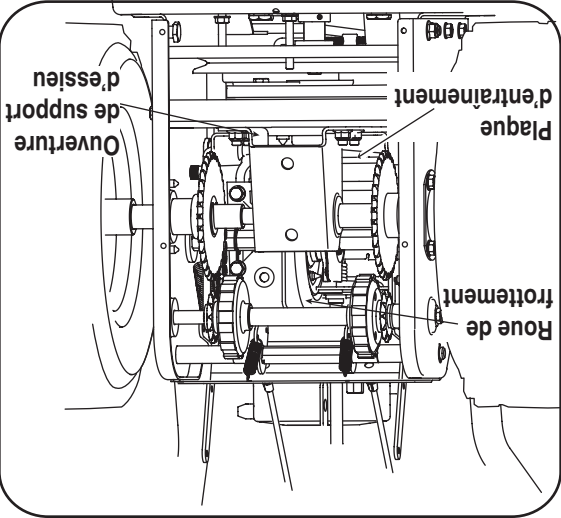

Figure 5-3
3. Débrayez la commande de l'entraînement et vérifiez s'il y a suffisamment d'espace entre la roue de trottinement et la plaque d'entraînement, à toutes les positions du levier de vitesses. Voir la Figure 5-3.
4. Embrayez la commande de l'entraînement, vérifiez si la roue de trottinement touche la plaque d'entraînement. Voir la Figure 5-3. Sinon, faites l'ajustement suivant :